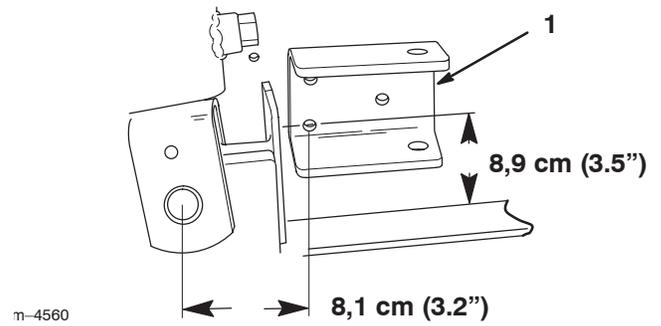

Figure 4
4. Aligner le support de barre latérale comme illustré à la Figure 4, et marquer le centre des trois trous (il peut être nécessaire d'ajuster un peu la position du support pour que le support et la contre-plaque ne portent pas contre les parties soudées de l'unité de traction).